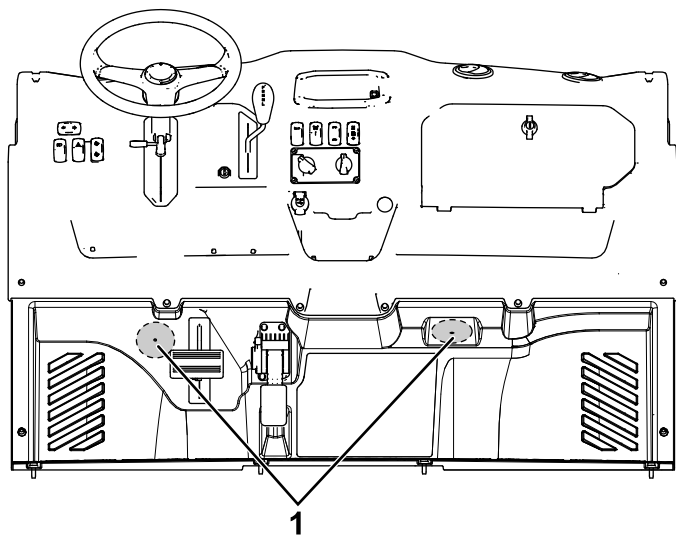

図 12
2. フロアボード上にあるパイロット穴用のくぼみ2つ 図 12を探し出し、それぞれの場所にドリルで穴直径 76 mmを開ける。